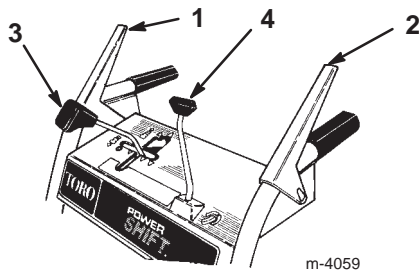

Bild 13
- **Betätigungshebel für Schnecken-/Gebläseradantrieb** (Bild 13)—Drücken Sie, um Schnecke und Gebläse zu aktivieren, den Hebel gegen den rechten Handgriff. Lassen Sie den Hebel zum Beenden los.
- **Fahrtriebshebel** (Bild 13)—Drücken Sie zur Betätigung des Fahrtriebs (Radantrieb) den Hebel gegen den linken Griff. Lassen Sie den Hebel zum Auskuppeln los.
- **Schalthebelsteuerung** (Bild 13)—Diese Steuerung verfügt über eine Leerlaufstellung, vier Vorwärtsgänge und zwei Rückwärtsgänge. Damit wird auch die Power Shift-Steuerung für die Räder gelenkt. Stellen Sie den Hebel in die gewünschte Position, um die Gänge zu wechseln.
- **Betätigung für den Auswurfkanal** (Bild 13)—Bewegen Sie die Betätigung des Auswurfkanals im Uhrzeigersinn, um den Auswurfkanal nach rechts zu bewegen, und entgegen dem Uhrzeigersinn, um den Kanal nach links zu drehen.
3. Lösen Sie den Betätigungshebel für Schnecke/Gebälserad und den Fahrtriebshebel (Bild 13).
- Lassen Sie den Fahrtriebshebel los (Bild 13).